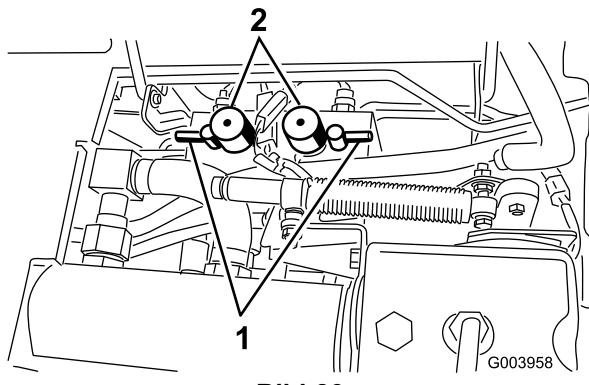

Bild 83
5. Stellen Sie beide Bedienelemente für die Spindeldrehzahl auf die Stellung 1 (Bild 83).
6. Wählen Sie entweder die vorderen, hinteren oder beide Läpphebel, um zu bestimmen, welche Spindeln geschärft werden (Bild 83).